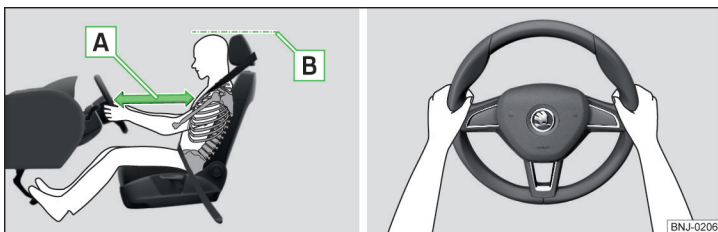

Bild 2 Rätt sittposition för föraren/rätt handposition på ratten
- ✓ Ställ in ratten så att avståndet **A** mellan ratten och bröstbenet uppgår till minst 25 cm » bild 2.
- ✓ Ställ in nackstödet så att ovankanten på nackstödet om möjligt är i samma höjd som högsta punkten på huvudet **B** » bild 2 (gäller inte för stolar med integrerade nackstöd).
- Håll båda händerna i rattens yttre krans i positionerna klockan "9" och klockan "3" när du kör » bild 2. Håll aldrig i ratten i positionen klockan "12" eller i något annat grepp (till exempel i rattnavet eller på rattkransens insida). Det kan orsaka svåra skador på armar, händer och huvud om förarens airbag löser ut.
- ✓ Ställ in nackstödet så att ovankanten på nackstödet om möjligt är i samma höjd som högsta punkten på huvudet  » bild 2 på sidan 9 (gäller inte för stolar med integrerade nackstöd).
- ✓ Ställ in nackstödet så att ovankanten på nackstödet om möjligt är i samma höjd som högsta punkten på huvudet  » bild 2 på sidan 9.